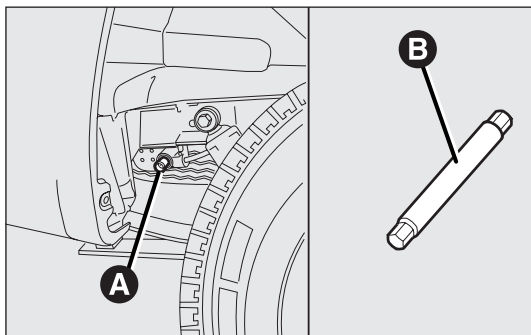
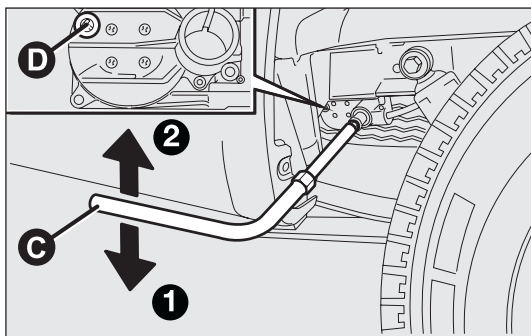

fig. 167
fig. 168
- bij alle uitvoeringen, draai met de bijgeleverde sleutel, voorzien van een verlengstuk B, de bout A-fig. 167 van de reservewielhouder in de wielkuip aan de rechter achterzijde van de auto los.
- draai de sleutel C-fig. 168 linksom 1 om het reservewiel te laten zakken;
- plaats de bijgeleverde sleutel C-fig. 168 voorzien van het speciale verlengstuk B-fig. 167 op de bout A-fig. 167 van het bewegingsmechanisme van de behuizing van het reservewiel en draai de bout rechtsom op 2 uur om het reservewiel naar boven te laten komen, tot het volledig in de zitting onder de bodemplaat zit. Controleer of in het venster van het mechanisme de inkeping voor volledige vergrendeling D-fig. 168 zichtbaar is.